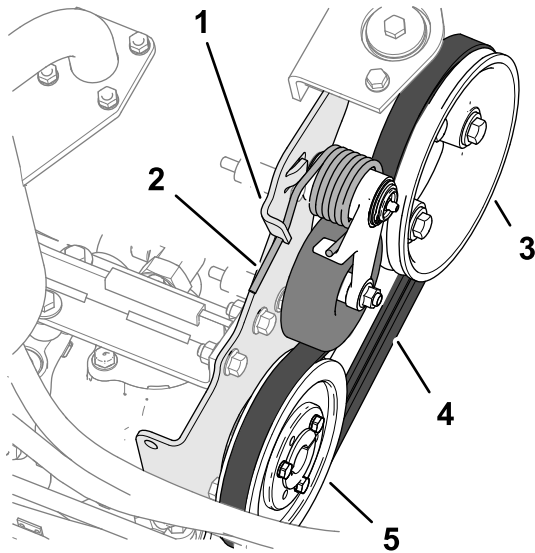

Figura 81
2. Spingete l'estremità della molla tendicinghia verso il basso e fuori dall'ugello nella linguetta di montaggio della pompa, e spostate l'estremità della molla in avanti (Figura 81).